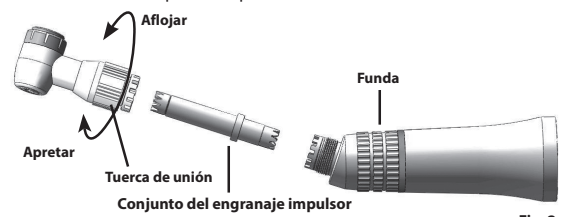

Fig. 2
**MONTAJE/EXTRACCIÓN DE LOS CABEZALES CONTRA ÁNGULO (Fig. 2)**